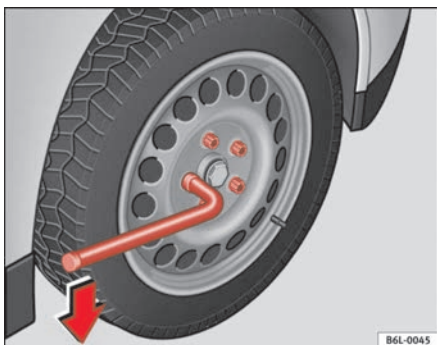

Abb. 141 Radwechsel:
- Greifen sie das Ende des Radschlüssels und drehen Sie die Schraube etwa eine Umdrehung nach **links** ⇒ Abb. 141.